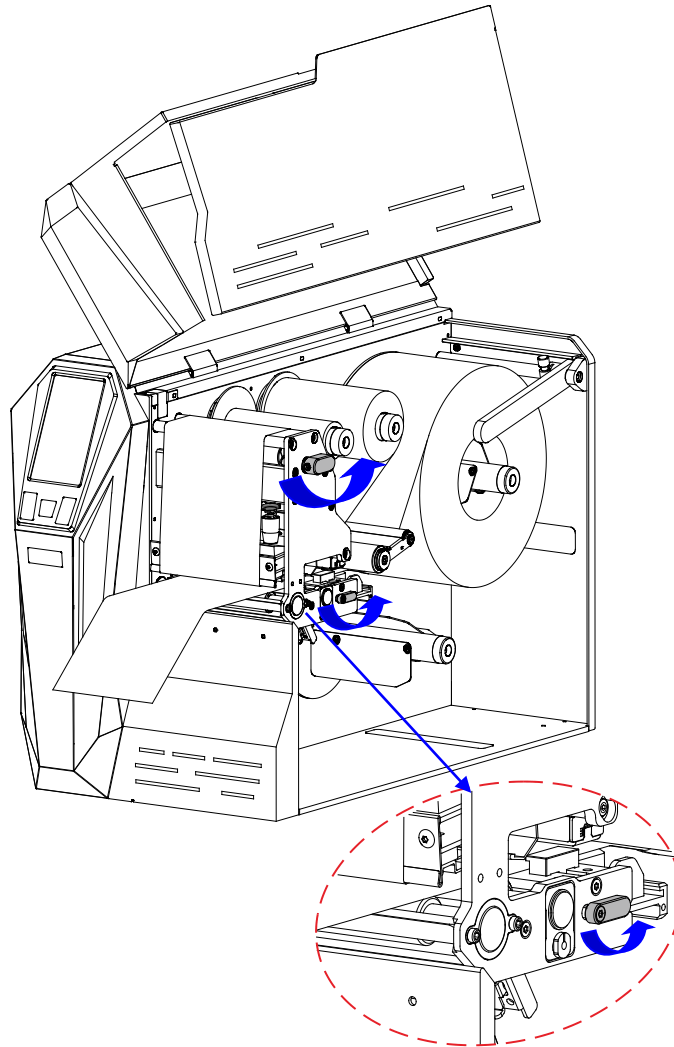

图 2-27 释放压辊组件
7. 沿 OPEN 方向转动手柄，抬起打印头，同时沿逆时针方向转动卡钩手柄，释放压辊组件，如图 2-27 所示。